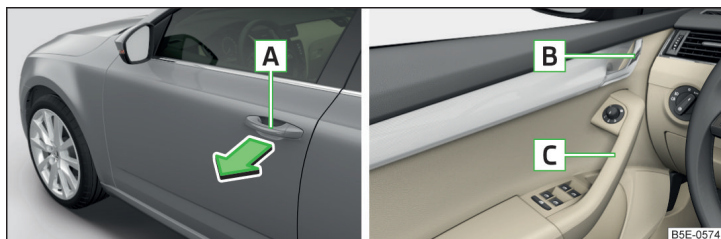

Fig. 41 Poignée de la porte / manette d'ouverture des portes
- Tirez la poignée de la portière **A** dans le sens de la flèche » fig. 41.